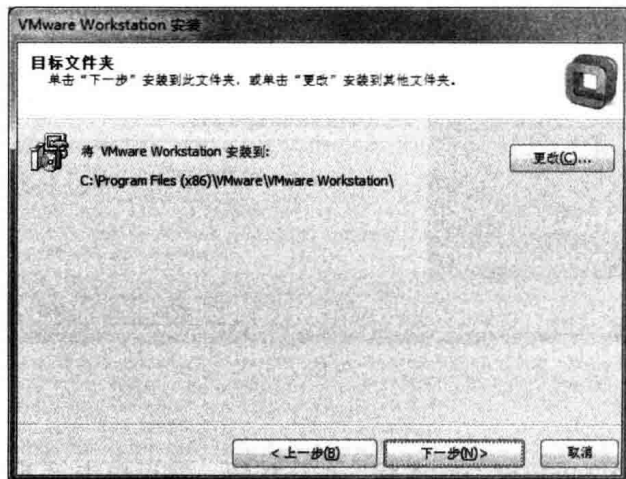

图 2-4
(4) 选择典型安装类型后，进入“目标文件夹”的设置对话框，默认位置为系统盘程序文件夹下，如需更改目标文件夹的位置，单击“更改”按钮后选择目标文件夹位置，再单击“下一步”按钮，如图 2-4 所示。